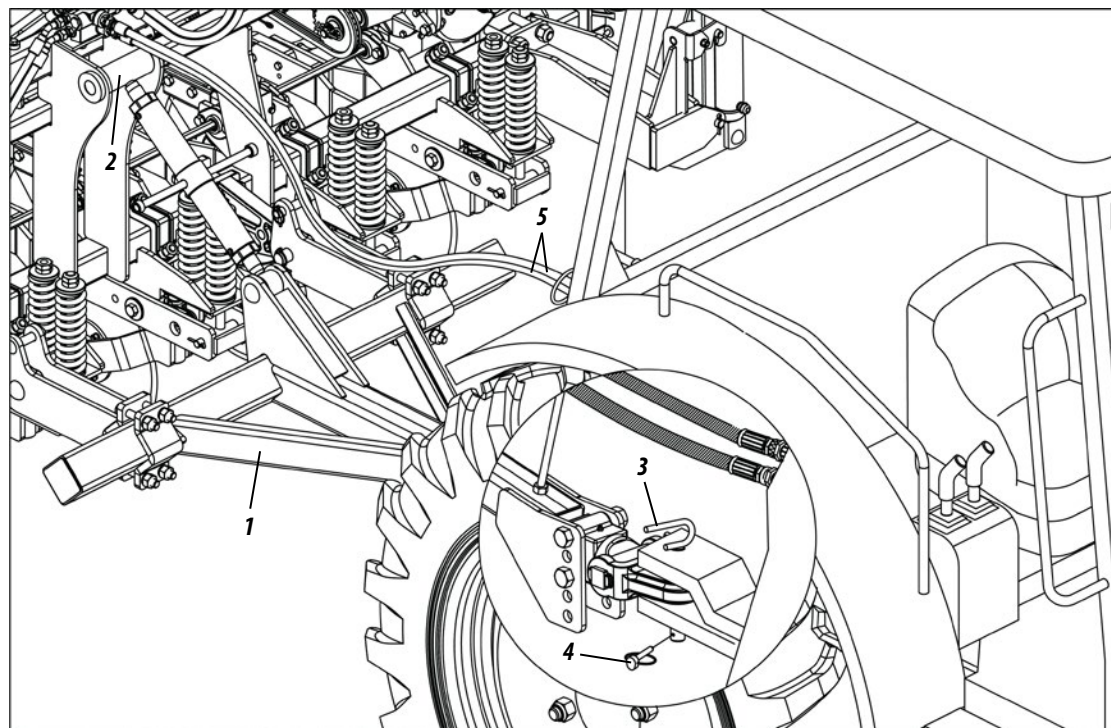

Figura 07
- 1- Nivele o cabeçalho de engate (1) da semeadora em relação ao engate do trator através das regulador (2). Em seguida, aproxime-se lentamente ao trator a semeadora em marcha-a-ré, ficando atento a aplicação dos freios.
- 2- Proceda o engate da semeadora ao trator fixando-a através do pino de engate (3) e trava (4).
- 3- Acople as mangueiras (5) no engate rápido do trator, **conforme mostra a figura 07.**